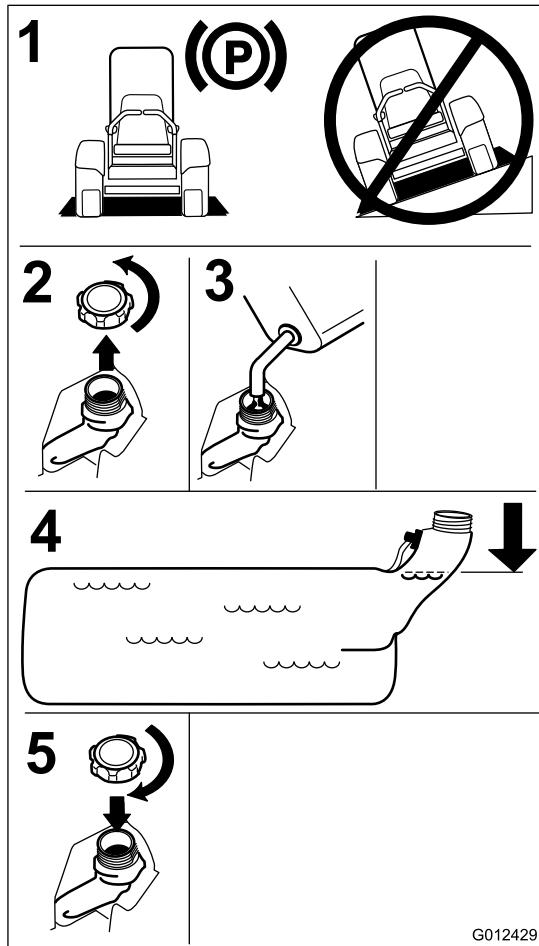

Figura 7
4. Riempite il serbatoio fino alla base del collo del bocchettone . Accertatevi che nel serbatoio vi sia sufficiente spazio vuoto per contenere l'espansione del carburante (Figura 7).